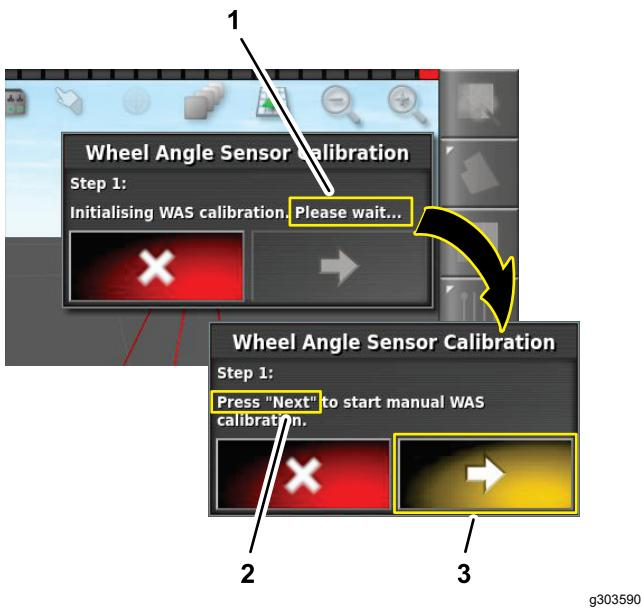

Figura 162
5. En el paso 1, espere a que se inicie la calibración del sensor del ángulo de las ruedas, y pulse el icono Paso siguiente (Figura 162).